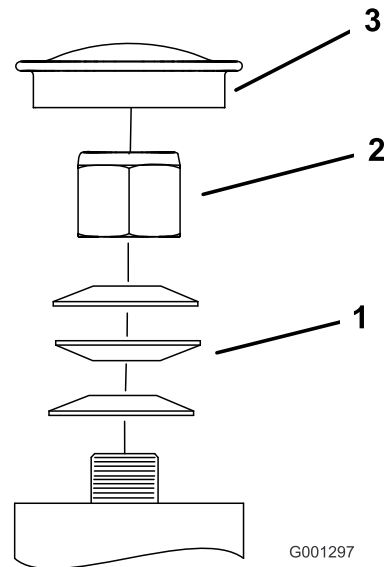

Bild 47
3. Entfernen Sie den Staubdeckel vom Laufrad und ziehen Sie die Sicherungsmutter an (Bild 47).
4. Ziehen Sie die Sicherungsmutter so weit fest, dass die Federscheiben flach liegen und schrauben dann um Viertelumdrehung zurück, um die Lager richtig vorzuspannen (Bild 47).
Wichtig: Achten Sie darauf, dass die Federscheiben richtig eingesetzt sind, siehe Bild 47.
5. Setzen Sie den Staubdeckel ein (Bild 47).